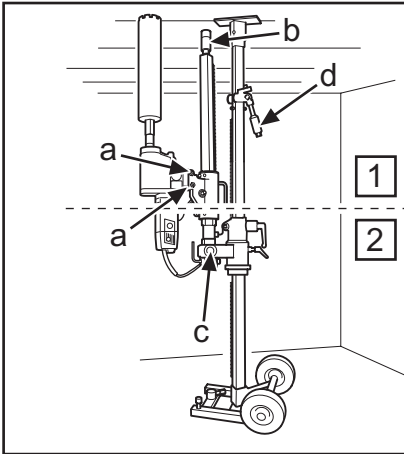

Fig. 16
3. Installare la foratrice nell'attacco rapido e serrare le viti di bloccaggio (a) (fig. 16) con la chiave da 24 mm.
4. Controllare che la vite del montante (b) nella colonna di foratura sia avvitata. Sollevare e bloccare la colonna di foratura con il dado da 30 mm (c) (fig. 16).
3. Die Bohrmaschine in der Schnellkupplung anbringen, die Sicherungsschrauben (a) mit dem 24-mm-Schraubenschlüssel anziehen (Abb. 16).
4. Sicherstellen, dass die Stempelschraube (a) in der Bohrsäule eingeschraubt ist. Die Bohrsäule hochklappen und mit der 30-mm-Mutter (c) verriegeln (Abb. 16).
3. Monter la foreuse dans la fixation rapide et visser les vis de blocage (a) (Fig. 16) à l'aide d'une clé de 24 mm.
4. Contrôler que la vis (b) du pilier de forage est bien vissée. Sortir et verrouiller le pilier de forage à l'aide de l'écrou de 30 mm (c) (Fig. 16).
3. Monteer de boormachine in de snelbevestiging, draai de borgschroeven (a) (Fig. 16) vast met een 24 mm sleutel.
4. Controleer of de stutschroef (b) op de boorkolom ingeschroefd is. Zet de boorkolom op en zet vast met een moer 30 mm (c) (Fig. 16).
6. Avvitare la vite del montante al soffitto per fissare la colonna di foratura. Fissare con il dado di bloccaggio da 30 mm (b) (fig. 16). Utilizzare un profilo di legno come distanziale.
6. Die Stempelschraube zur Fixierung der Bohrsäule an der Decke in ihrer Position einschrauben, mit 30-mm-Sicherungsschraube (b) sichern (Abb. 16). Einen Holzstab zwischenlegen.
6. Visser la vis du poteau contre le plafond afin de fixer le pilier de forage sur la position souhaitée et verrouiller à l'aide d'un contre-écrou de 30 mm (b) (Fig. 16). Utiliser une règle en bois comme entretoise.
6. Schroef de stutschroef tegen het plafond om de boorkolom te fixeren, zeker met borgmoer 30 mm (b) (Fig. 16). Gebruik een houten regel als tussenlaag.